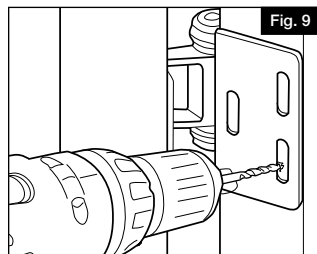

Fig. 9
- a. Ouvrir la barrière. Percer des avant-trous de  $3/32''$  (2,4 mm) à travers les trois fentes de vis sur le côté des bras mobiles. Les avant-trous doivent être percés au centre des fentes de vis afin de faciliter le réglage vertical des charnières (Fig. 9). Fixer les charnières à l'aide de trois vis à tête cylindrique de  $1/4''$  (3,18 cm).